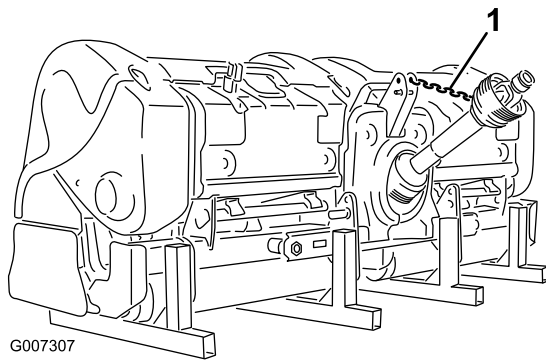

Figura 44
12. Conecte el enganche de la TDF al protector de la TDF para evitar que el árbol de la TDF toque el suelo (Figura 44).